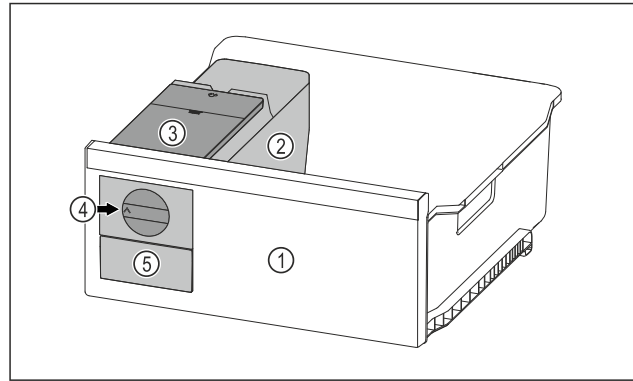

Fig. 128 Représentation à titre d'exemple
- Tourner le bouton rotatif Fig. 128 (4) dans le sens horaire jusqu'à la butée.
- Les glaçons tombent du bac à glaçons dans le tiroir à glaçons Fig. 128 (5).